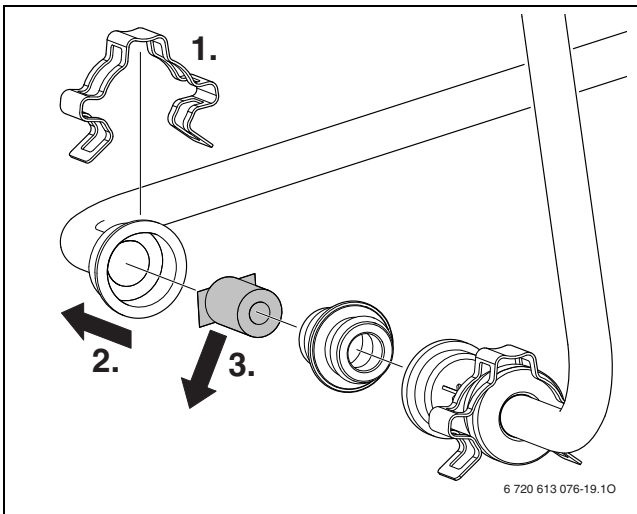

Рис. 34
- ▶ Отвернуть трубу холодной воды (→ рис. 3, [24], стр. 6) и проверить загрязненность сетчатого фильтра (→ рис. 34).